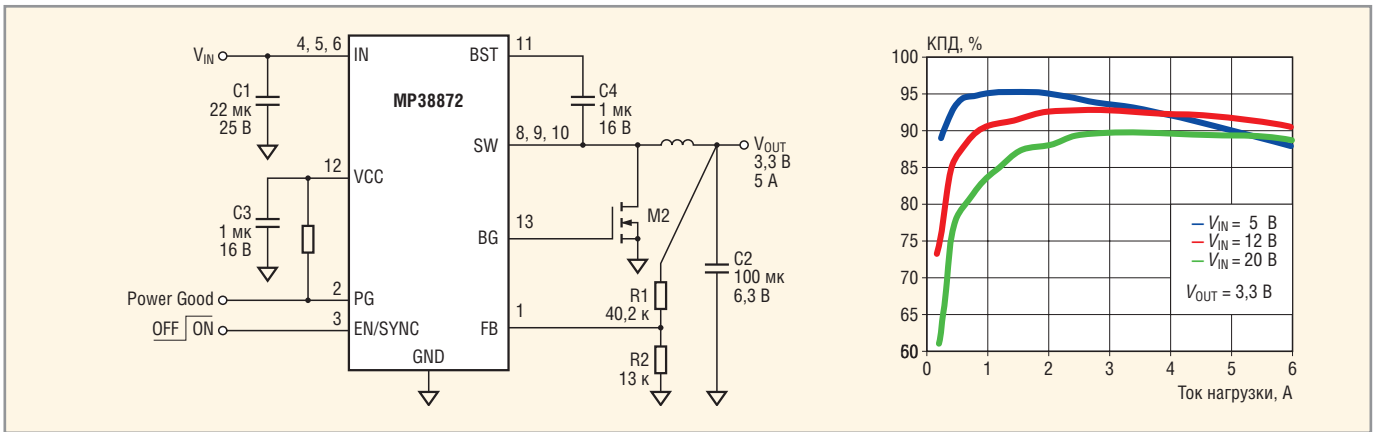

Рис. 5. Типовая схема включения преобразователя MP38872 и зависимость его КПД от тока нагрузки
- высокий КПД: до 95% (см. рис. 5);